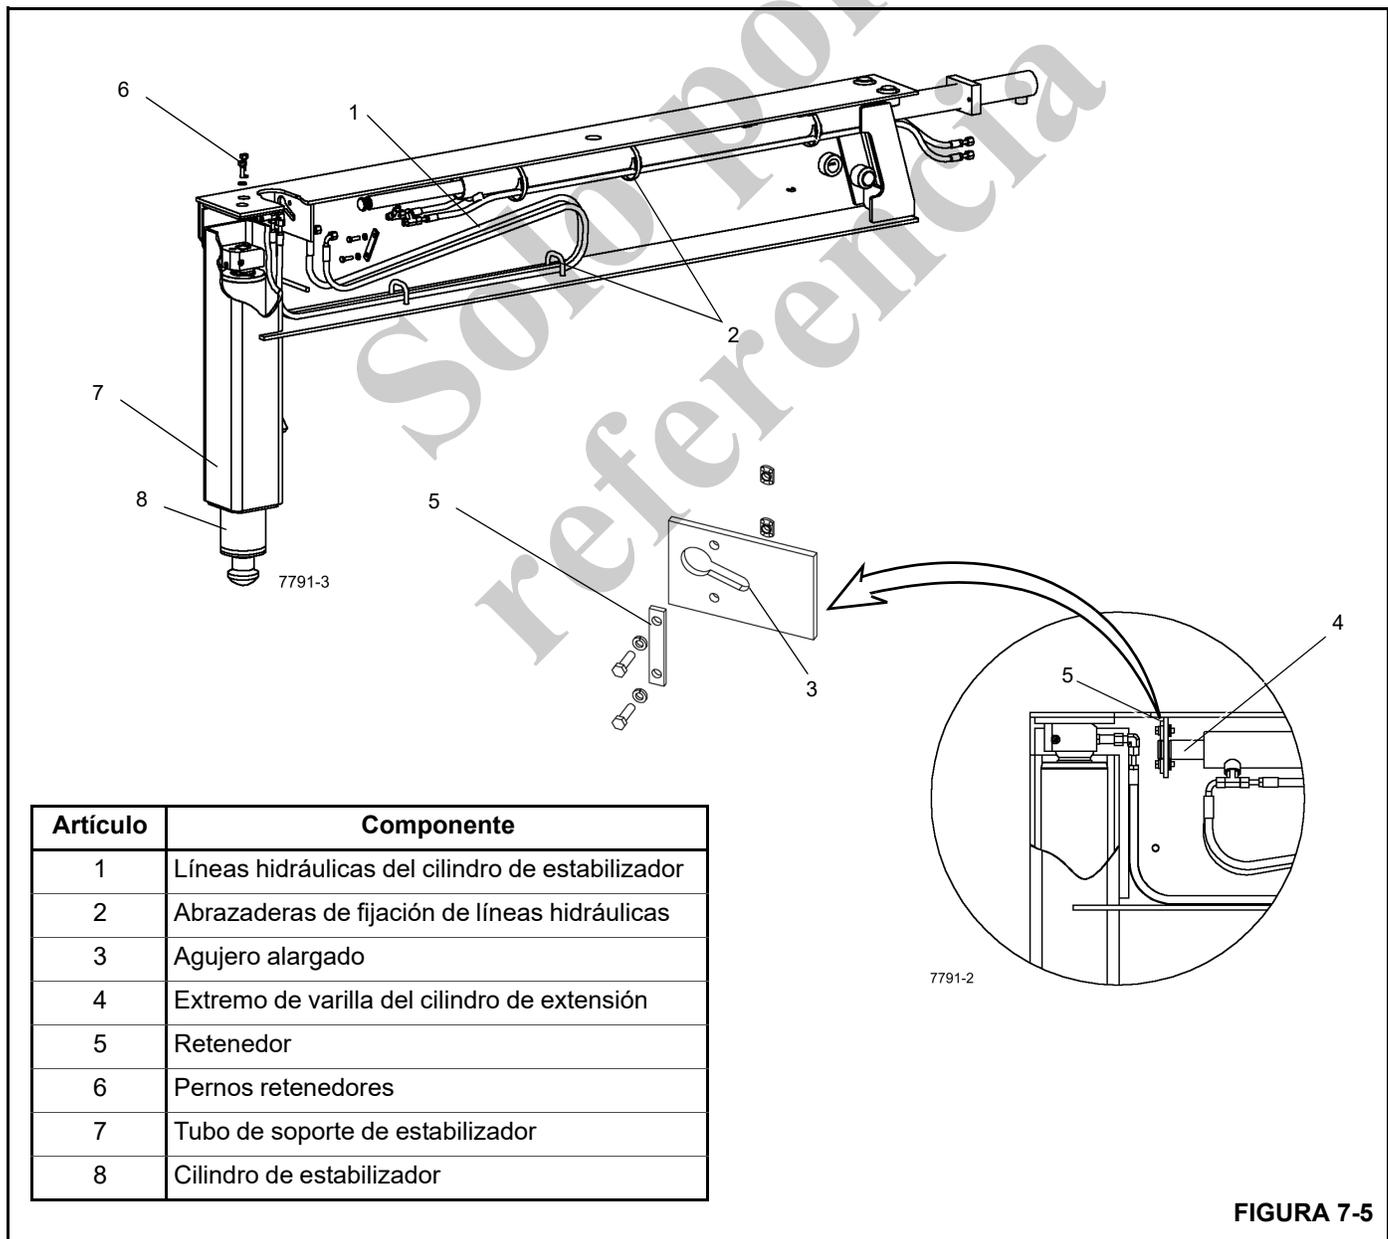

FIGURA 7-5
2. Retire el retenedor (6, Figura 7-5) del agujero alargado.
3. Retire el extremo de varilla del cilindro de extensión (5) del agujero alargado en el extremo del gato del estabilizador de la viga.
2. Asegure las mangueras hidráulicas del gato al cilindro de extensión con las abrazaderas, como se muestra en la Figura 7-5.
3. Deslice el cilindro de extensión dentro de la viga de estabilizador. Compruebe que las mangueras hidráulicas del gato queden colocadas como se muestra en la Figura 7-5.
1. Utilice un dispositivo de levante para levantar el camión hasta que haya espacio libre suficiente para retirar el cilindro del gato (8, Figura 7-5) del tubo de soporte (7).
4. Quite los pernos retenedores (6) para el cilindro del gato.
5. Deslice el cilindro del estabilizador (8) hacia afuera del tubo de soporte del gato (7).